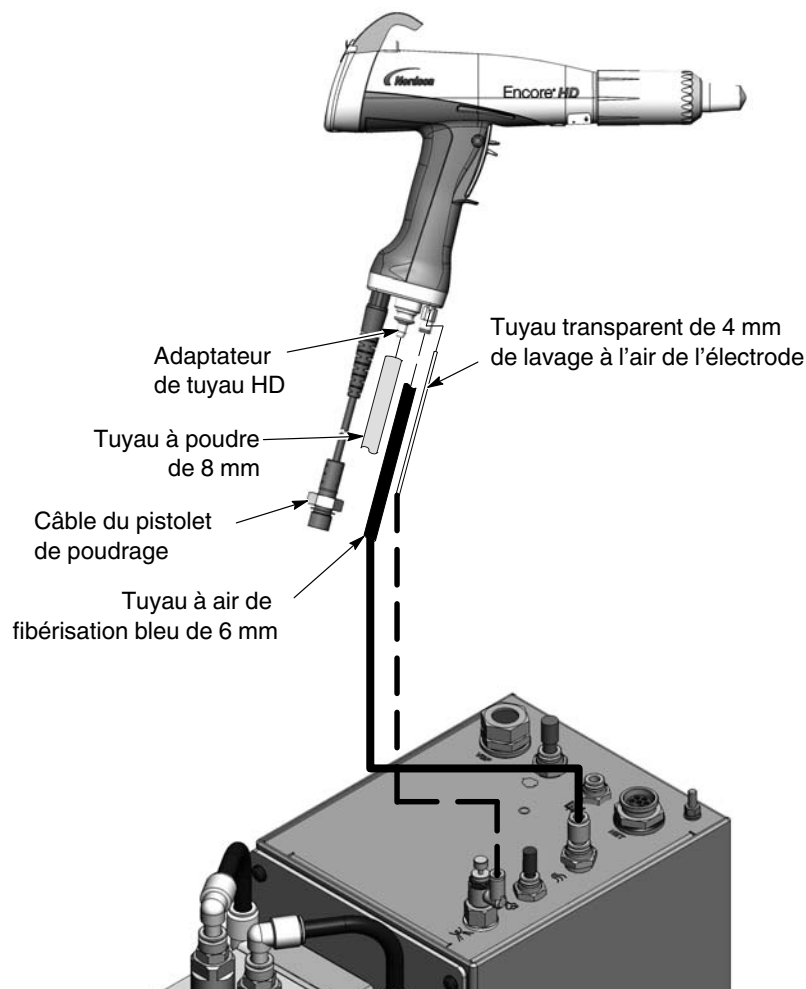

Figure 3-5 Raccordement du pistolet de poudrage
Voir la figure 3-5.
4. Voir la figure 3-5. Vérifier que le pistolet n'est pas activé, puis mettre le contrôleur du système sous tension. Les afficheurs ainsi que les icônes sur l'interface du contrôleur et sur l'interface du pistolet devraient s'allumer.